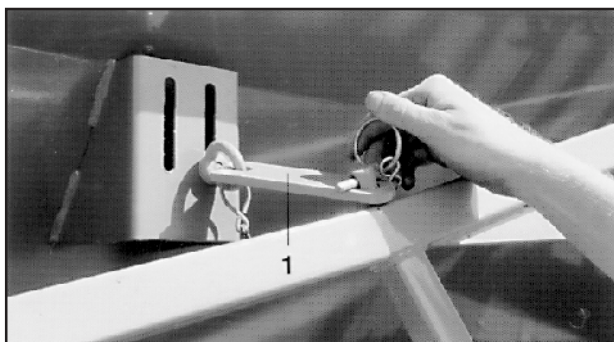

Рис. 9.4
Снимите фиксирующие пластины консолей (рис. 9.4/1) с обеих сторон.
3. Перед тем, как снять фиксирующие штекеры (рис. 9.13/2) или, соответственно, фиксирующие пластины (рис. 9.4) проследите за тем, чтобы консоли крепко удерживались в улавливающем устройстве (рис. 9.13/1). В противном случае возникает опасность самопроизвольного приведения консолей в рабочее положение.